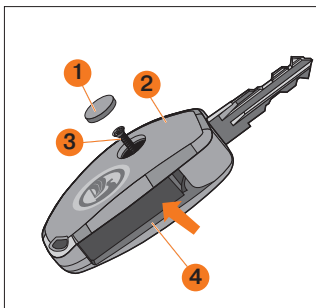

Рис. 4. Детали ключа с ПДУ
1. Поддеть плоской отверткой и вынуть из нижнего корпуса 2 заглушку 1 (рис. 4).
3. Надавить большим пальцем на место, указанное стрелкой на рис. 4, добиться разделения защёлки, осторожно разъединить верхний корпус 4 с нижним корпусом 2, учитывая, что в задней части корпуса располагается ещё одна защёлка.